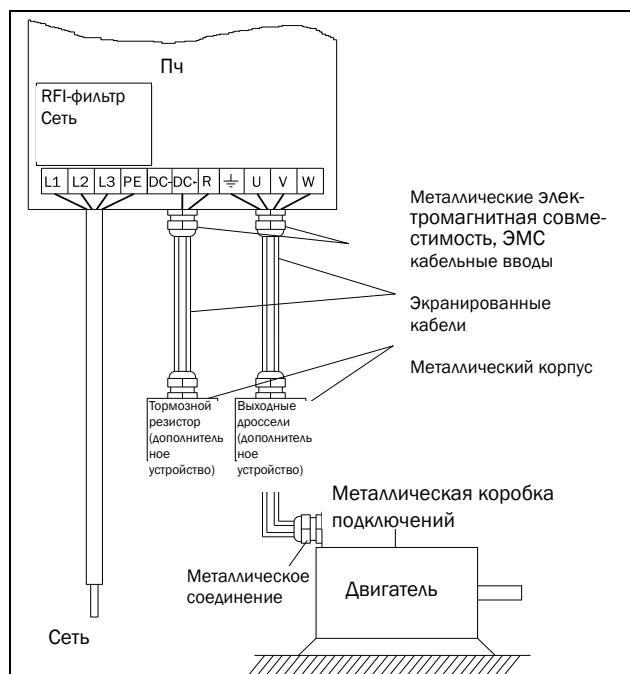

Рис. 52 Подключение кабелей двигателя и сетевого питания
- Подключите сетевой кабель в соответствии с Рис. 52. Преобразователь частоты в стандартном исполнении оснащен сетевым фильтром помех категории 3, который соответствует индустриальному применению.
- Подключите кабели двигателя в соответствии с Рис. 52. Согласно Нормам EMC, необходимо использовать экранированные кабели и подключить экран кабеля двигателя с обеих сторон: к корпусу двигателя и корпусу преобразователя частоты.